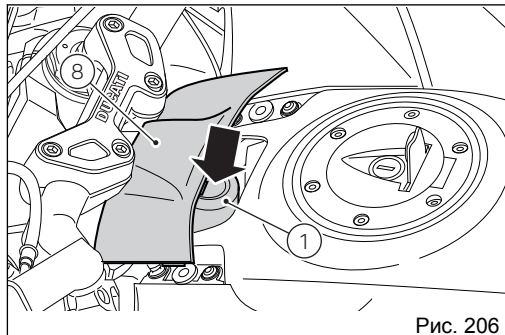
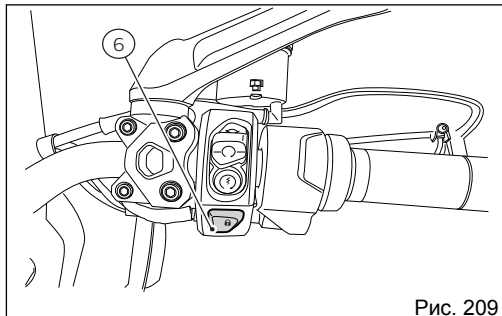

Рис. 206
Рис. 209
(Рис. 206) указывает на положение блока системы Hands Free (1) с защитной крышкой (8), а (Рис. 207) указывает на положение антенны (2) под приборной панелью (9) на уровне символа ключа.
Выключение возможно даже без ключа (3) или (4). Выключение происходит нажатием кнопки (6, Рис. 209) на руле или поворачиванием кнопки на блоке Hands free (1, Рис. 206), если скорость мотоцикла равна нулю. Если скорость иная, для выключения необходимо только нажать кнопку на блоке системы Hands free (1, Рис. 206).